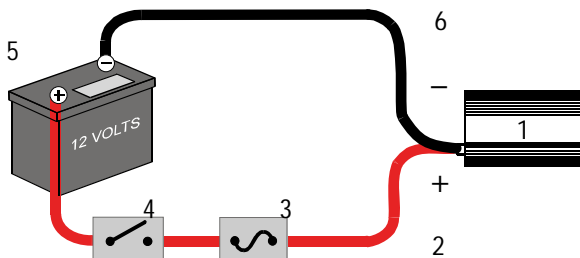

Figura 3 Conectar el XPower 500 a una batería de 12 voltios de forma permanente
Consulte la Figura 2 y la Figura 3 cuando conecte el inversor.
La Figura 3 muestra una instalación permanente.
3. Instale un fusible automotriz de 80 amperios y un interruptor de 80 amperios en el cable positivo (rojo) cerca del extremo que se conecta a la batería. Consulte la Figura 3. El interruptor le permitirá desconectar la corriente continua si es necesario sustituir el fusible en línea. Una y aisle las conexiones como se detalla en el paso 2 anterior.
- Si necesita sustituir el fusible en línea (Figura 3), apague el interruptor en línea y desconecte la corriente continua.